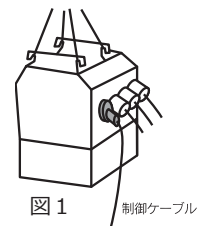

図1
- ①吊り上げは、制御ケーブルの結束紐を解いてから行ってください。(図1)
- ②吊り上げるときはケースやブッシングをいためないように注意してください。
- ③もし、ケースに傷をつけられた場合は錆発生の原因になりますので必ず修正塗装を施してください。